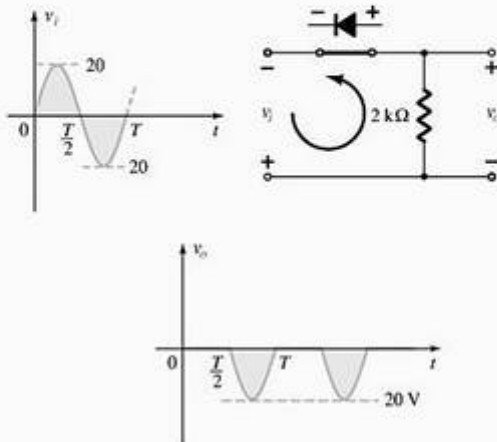

Figura 2.51 Tensão v_o resultante para o circuito do Exemplo 2.18.
- Nessa situação o diodo conduzirá durante a parte negativa da tensão de entrada, como mostrado na Figura 2.51, e v_o surgirá, como mostrado nessa mesma figura. Para o período completo, o nível cc é: